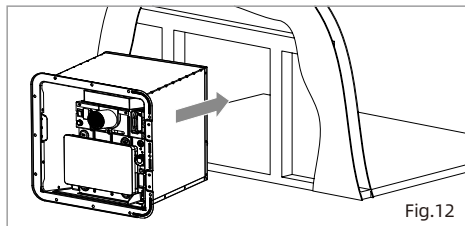

Fig.12
1. Positionnez le chauffe-eau avec précaution dans l'ouverture du cadre, en écartant uniformément la bride du mur extérieur du véhicule récréatif. (Fig.12)